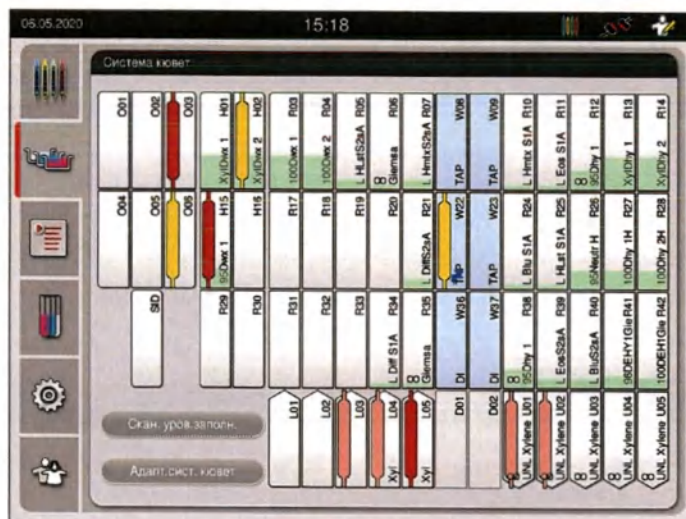

Рис. 85
8. Распознанный цвет скобы и назначенное сокращение прибора отображаются на схеме системы кювет на соответствующей станции (→ "Рис. 85").
- Система кювет с характеристиками станций (→ "Рис. 85").
- Пользователь не видит доступность и выбранное количество различных станций разгрузки на индикаторе статуса процесса. При использовании различных реактивов в станциях разгрузки рекомендуется использовать для контроля процесса меню "Система кювет" (→ "Рис. 85"), чтобы своевременно реагировать на достижение максимальной производительности разгрузки.